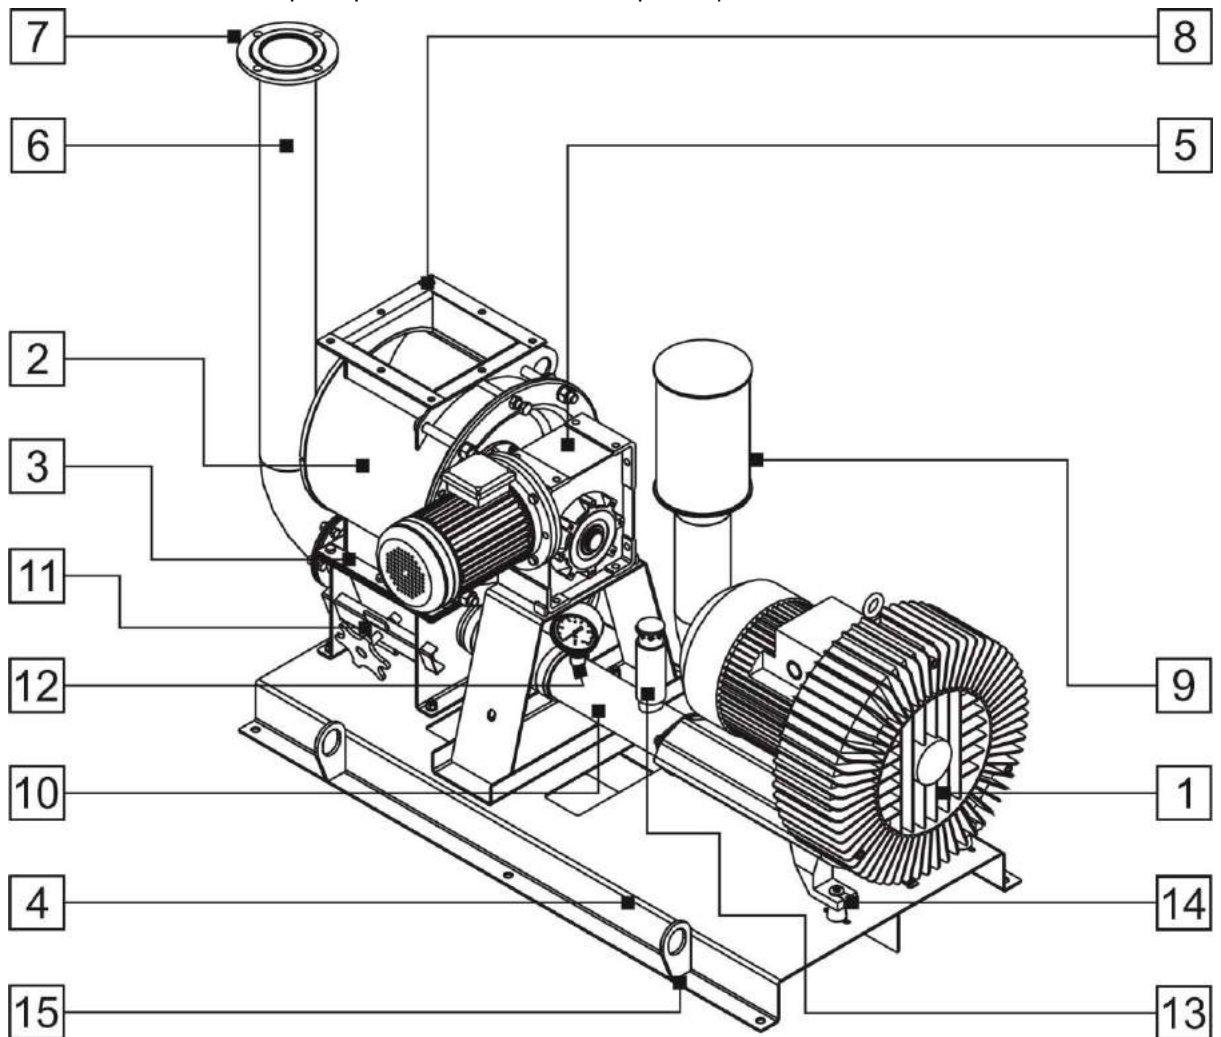

Рис.3
Изделие (Рис. 3) состоит из: вихревой воздуходувки (1), шлюзового затвора (2), смесительной камеры (3), площадки-основания (4), мотор-редуктора (5) привода ячеечного ротора, напорной трубы (6) с фланцем (7). Корпус шлюзового затвора (2) оснащён фланцем (8), служащим для пылеплотного соединения изделия с бункером сырья. Очистка воздуха, поступающего в воздуходувку, производится сменным фильтром MF-32 (9). Сжатый воздух от воздуходувки (1) подается в смесительную камеру (3) по коллектору (10). Емкость смесительной камеры (3) закрыта лючком (11). Для контроля давления воздуха в полостях изделия служит манометр (12). Клапан сброса давления PRV (13) установлен на коллекторе (10). С целью предотвращения передачи вибрации от воздуходувки (1) на площадку-основание (4) используются резиновые виброизоляторы (14). Петли (15) служат для зацепки съемных грузозахватных устройств, навешиваемых на крюк крана для подъема и перемещения изделия.
2. Соединить фланец загрузочного патрубка (Рис. 3, поз. 8) шлюзового затвора с затвором емкости сырья. Соединение рекомендуется выполнять с использованием резиновой прокладки. Присоединительные размеры фланца загрузочного патрубка показаны на Рис. 2. В закрытом положении затвор емкости сырья должен обеспечивать прекращение подачи материала в корпус шлюзового затвора. Расходная емкость должна быть установлена на собственную раму так, чтобы исключить передачу нагрузки на корпус шлюзового затвора.
4. Смонтировать трубопровод так, чтобы его вертикальная ось находилась под углом от 90 до 60° к горизонту, после чего соединить один его конец с фланцем (Рис. 3, поз. 7) напорной трубы, а другой с инвентарным складом (приемной емкостью). Для прокладки трубопровода рекомендуется использовать: труба бесшовная горячедеформированная, ГОСТ 8732-78 размерами 108×4. Соединение трубопровода нужно выполнять стальными плоскими фланцами ГОСТ 12827-67;
- Давление воздуха в коллекторе (Рис. 3, поз. 10). В режиме «холостого» пуска (без подачи материала) давление воздуха не должно превышать 20 кПа;